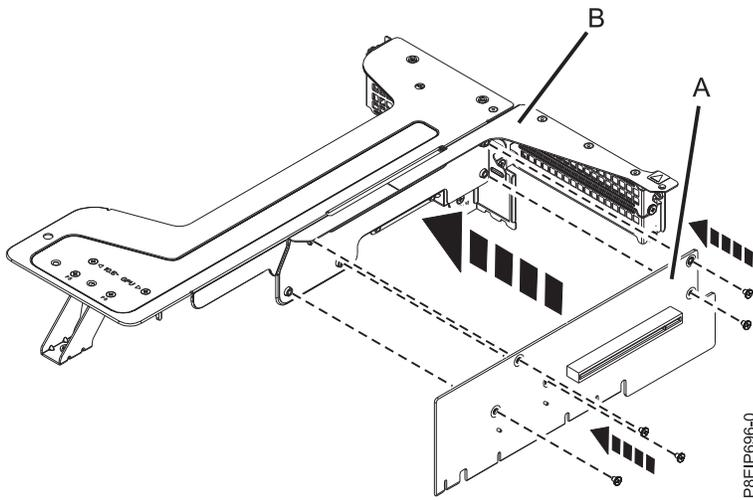

Abbildung 49. Adapter in Position 1 wiedereinbauen
- a. Wenn die Riserkarte in Position 1 ausgetauscht werden muss, tauschen Sie sie in der Riserkartenhalterung aus. Tauschen Sie die fünf Schrauben aus, um den Adapter am Rahmen zu befestigen (siehe Abb. 49 auf Seite 44).